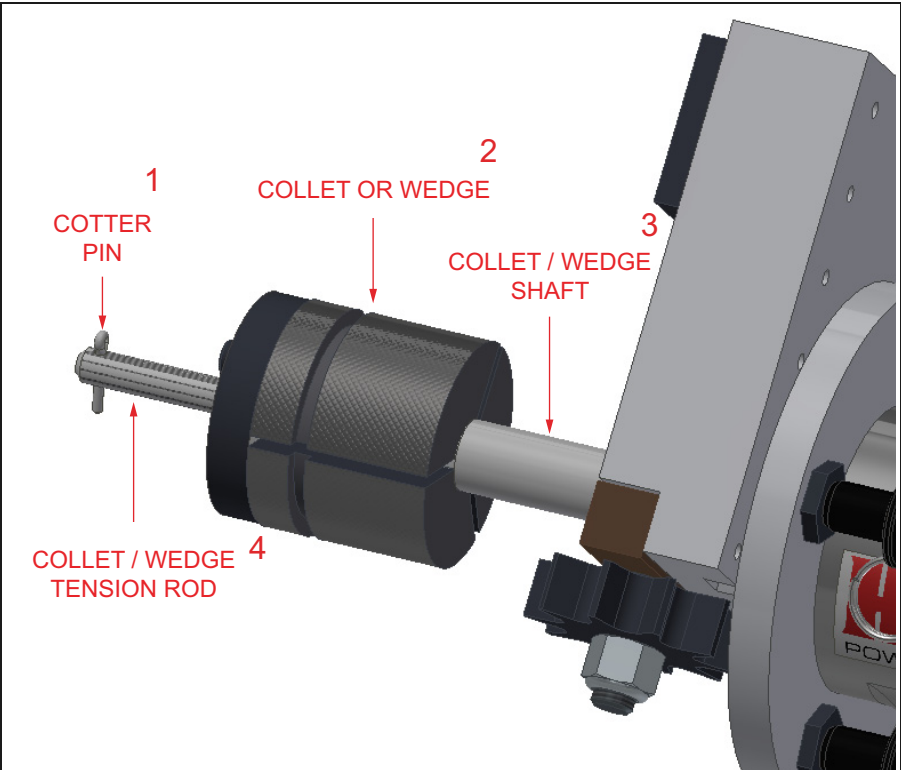

Рис. 3-4. Шплинт и другие компоненты зажима/клина
8. Выньте шплинт из конца тяговой штанги зажима/клина (см. рис. 3-4).